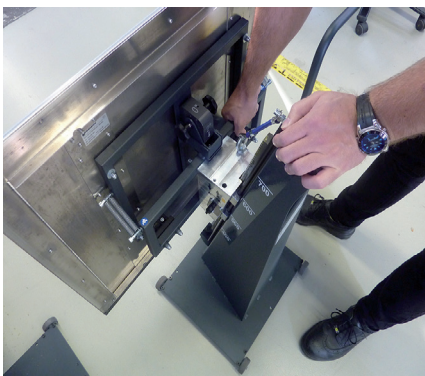

Fig. 8: Ergonomisk høydejustering
2. Sett den vertikale opplåsningen på oppover (vri til høyre), se også fig.8.